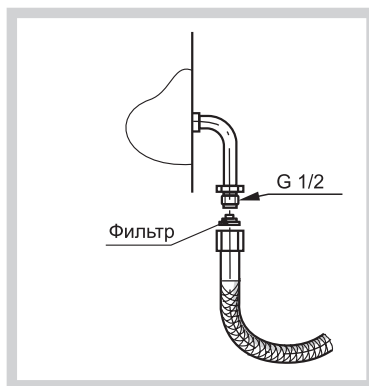

Рис. 17
- Подсоединение плиты к газовой сети или баллону должно быть выполнено при помощи гибкого шланга (рис.17) согласно действующим в Вашем регионе нормативным документам в области газоснабжения и безопасности.